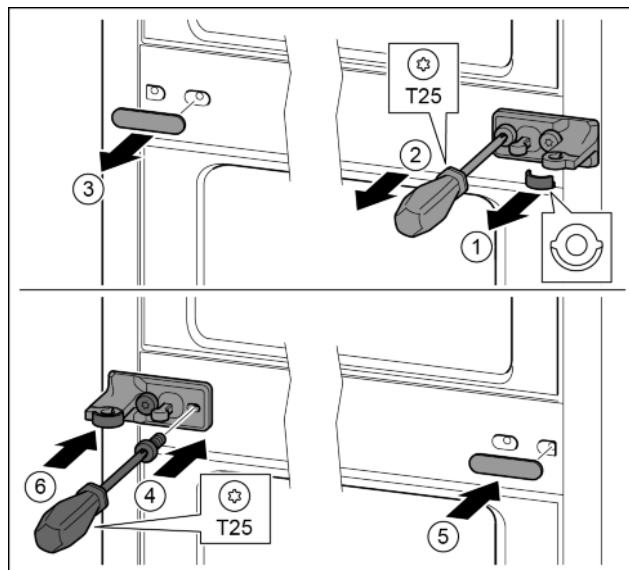

Fig. 14
- ▶ Зніміть перстину. Fig. 14 (1)
- ▶ Викрутіть гвинти за допомогою викрутки T25. Fig. 14 (2)
- ▶ Обережно зніміть кришку. Fig. 14 (3)
- ▶ Опорний кронштейн із плівкою, повернутий на 180°, закріпіть гвинтами з іншого боку. Fig. 14 (4)
- ▶ Почепіть кришку, що повернута на 180°, з іншого боку праворуч. Fig. 14 (5)
- ▶ Встановіть шайбу спереду. Fig. 14 (6)